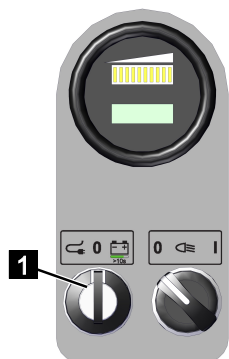

Abb. 72
6. Den Schlüsselschalter (Abb.72/1) auf [0] drehen.